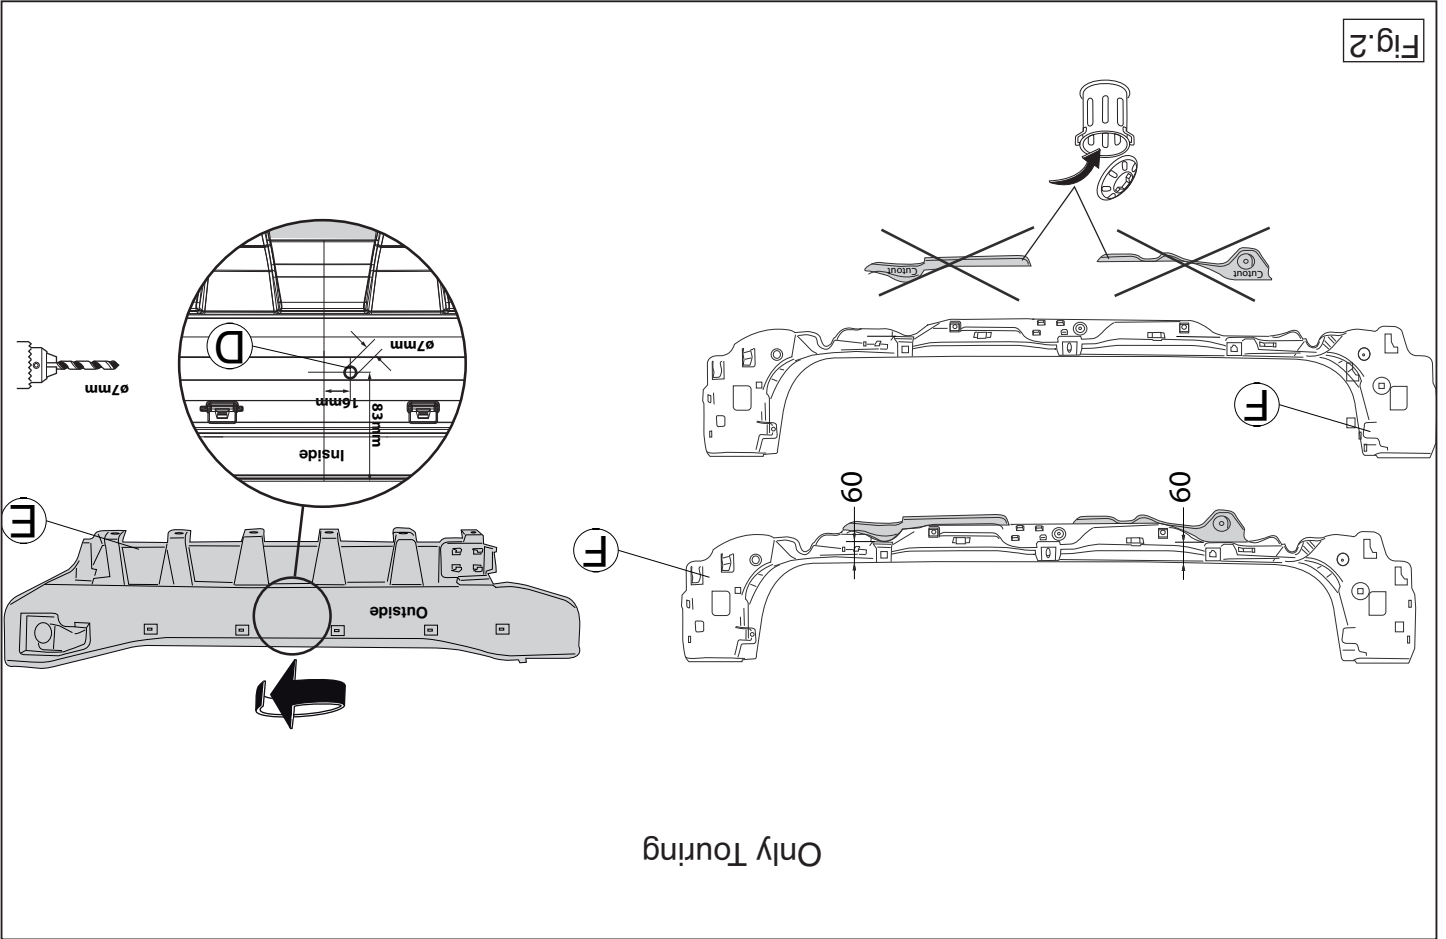

Fig.2
8. Boor overeenkomstig fig. 2 en 3 het gat D  $\varnothing 7\text{mm}$ .
4. For **Touring** drive vehicles, the following applies: Saw out the indicated sections from figure 2. Attach part F.
8. Drill the hole D  $\varnothing 7\text{mm}$  as shown in fig. 2 and 3a.
4. Für **Touring** Fahrzeuge gilt: Gemäß Abb. 2 die angegebenen Teile abschneiden. Teil F wieder montieren.
8. Gemäß der Abb. 2 und 3 das Loch D  $\varnothing 7$  mm bohren